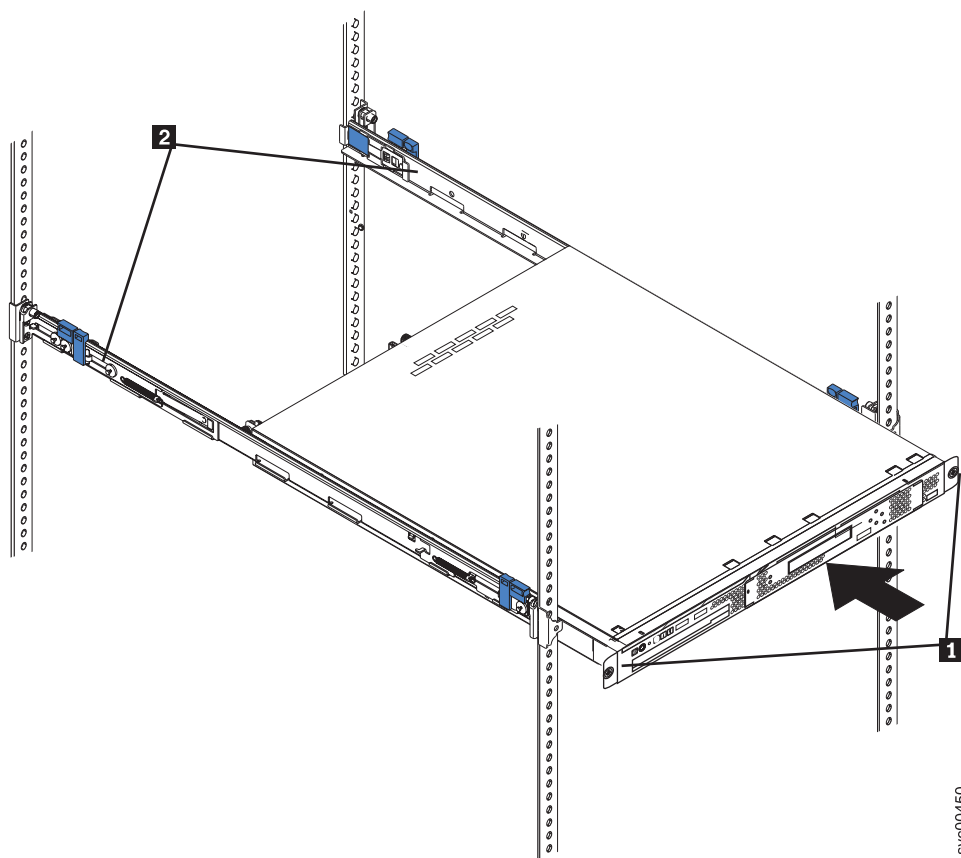

図 38. ノードと輸送用ブラケットを固定する拘束つまみねじ
1. スライド・レール上でノードの位置を合わせ、ノードをラックに完全に押し込みます。拘束つまみねじ (図 38 の **1**) を使用して、ノードを前面マウント・フランジに固定します。